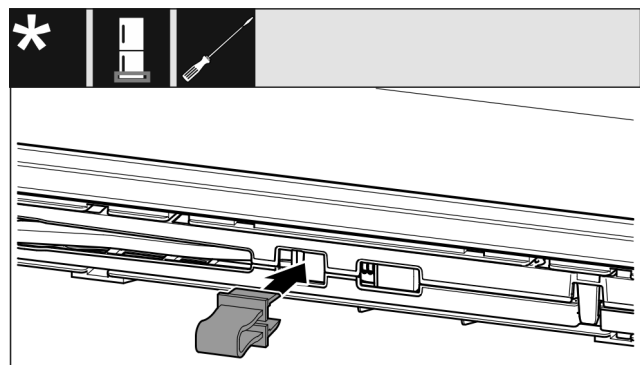

Fig. 14
- ▶ Innestare il fermo nell'apertura Fig. 14 ()